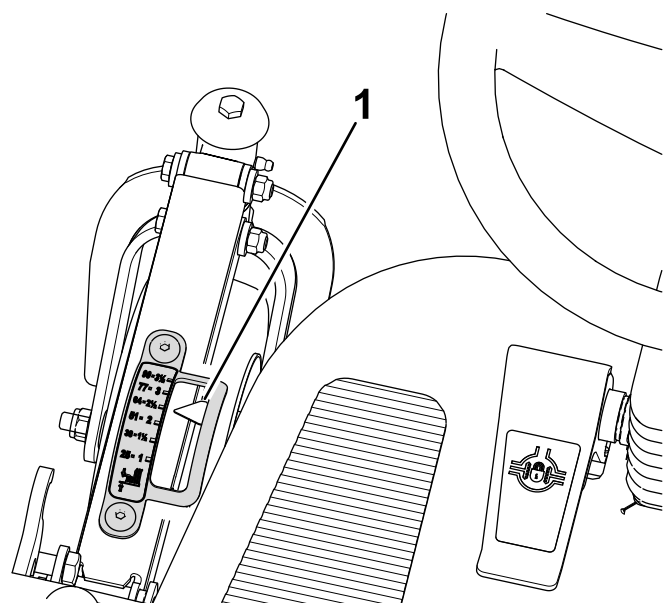

Bild 98
1. Stellen Sie die Schnitthöhe auf 64 mm ein (Bild 98).